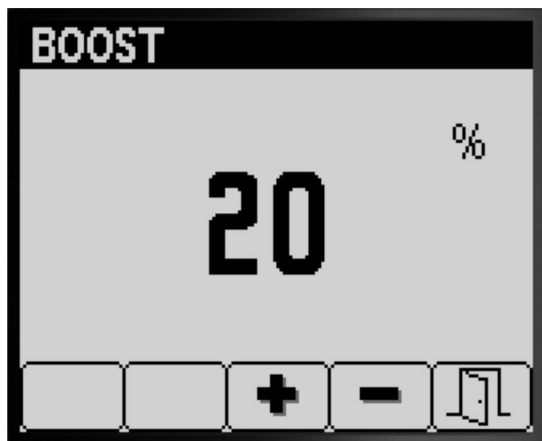

Figura 9
2. Prima o botão 4 para selecionar a definição da % de aumento (Figura 9).
3. Prima os botões 3 ou 4 para aumentar ou baixar a percentagem de aumento (Figura 9).